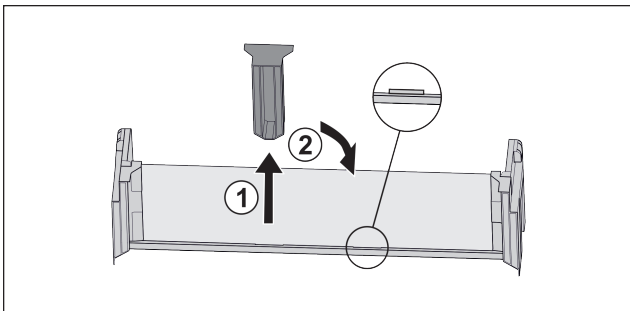

Fig. 110
► Mittleres Halteteil abziehen Fig. 110 (1).
► Mittleres Halteteil auf zweiter Position einsetzen Fig. 110 (2).